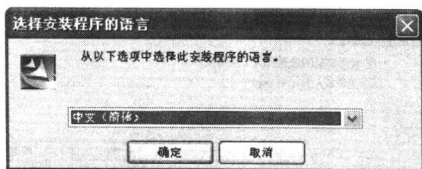

图 1-1 【选择安装程序的语言】对话框
(1) 将 CAXA 实体设计 2007 安装光盘放入光驱,然后打开【CAXA 实体设计 2007\Trial\SSSetup】文件,弹出【选择安装程序的语言】对话框,如图 1-1 所示。